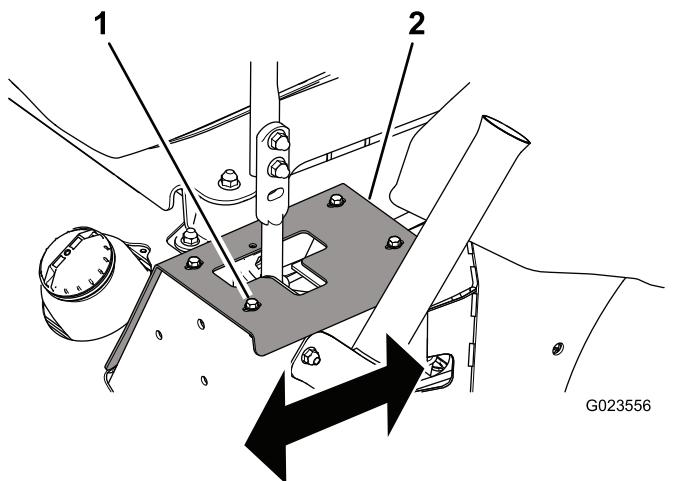

Figure 54
- Si elle se déporte à droite, desserrez les boulons et reculez la plaque de butée gauche jusqu'à ce que la machine se déplace en ligne droite (Figure 54).
- Si elle se déporte à gauche, desserrez les boulons et reculez la plaque de butée droite jusqu'à ce que la machine se déplace en ligne droite (Figure 54).
1. Boulon (4) 2. Plaque de butée
3. Serrez les boulons pour fixer la plaque de butée (Figure 54).